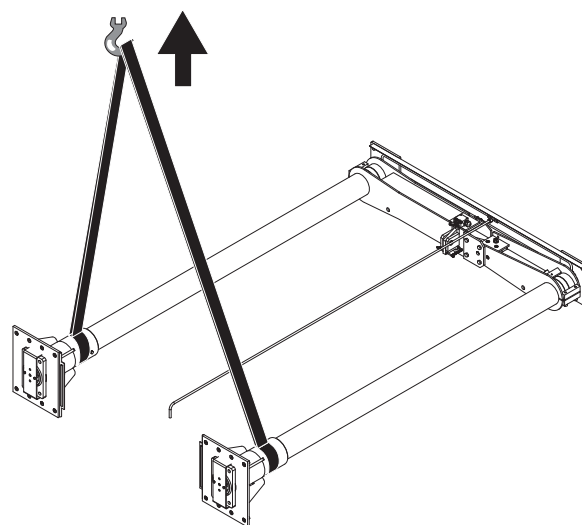

Fig. 17
- Sistemare le cinghie come da **fig. 17** e portarlo in posizione verticale.
- Set slings as shown in **fig. 17** and set it in vertical position.
- Die Riemen der **Abb. 17** gemäß anordnen und ihn in senkrechte Position bringen.
- Positionner les courroies comme illustré à la **fig. 17** et le mettre en position verticale.
- Colocar las correas como en la **fig. 17** y llevarlo a la posición vertical.